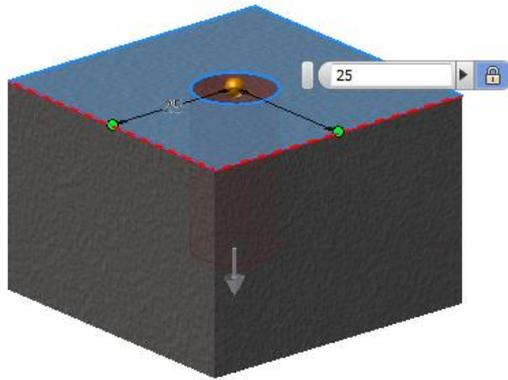

Рис. 4.10. Позиционирование отверстия относительно ребер грани
4. Задайте положение отверстия точно в центре верхней грани призмы. Для этого в поле «Размещение» выберите «Линейные размеры». Выберите последовательно первое ребро и задайте расстояние до центра отверстия 25 мм, а потом повторите позиционирование относительно второго ребра (рис. 4.10).